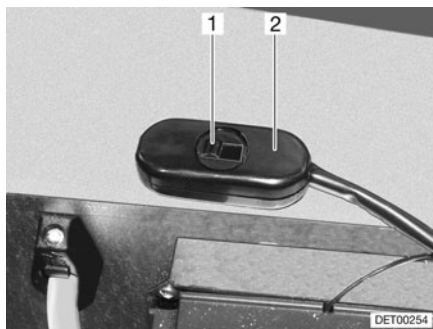

Fig. 137 Interruptor para la reducción de la velocidad
La velocidad de la bomba de circulación se puede ajustar con el conmutador deslizante (Fig. 137,2). Con una velocidad reducida disminuyen los ruidos de rodadura de la bomba.
- Desplazar la corredera (Fig. 137,1) hacia la derecha. Se reduce la potencia.